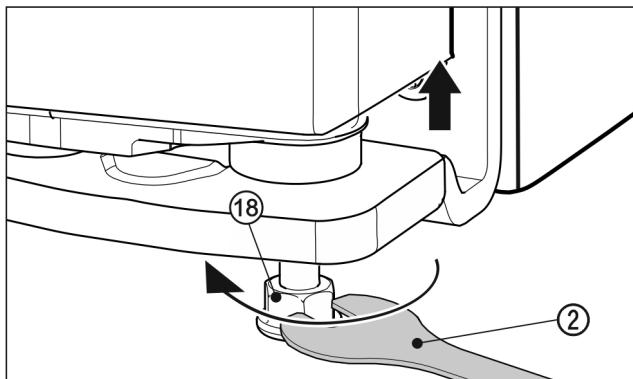

Fig. 21
- Zum Anheben der Tür den Stellfuß Fig. 21 (18) mit dem beiliegenden Gabelschlüssel Fig. 21 (2) rechtsherum bis Kontakt auf Fußboden herausdrehen. Dann weiter drehen bis die Tür in der Höhe verstellt ist. Im Auslieferungszustand ist der Lagerbolzen ganz eingedreht.